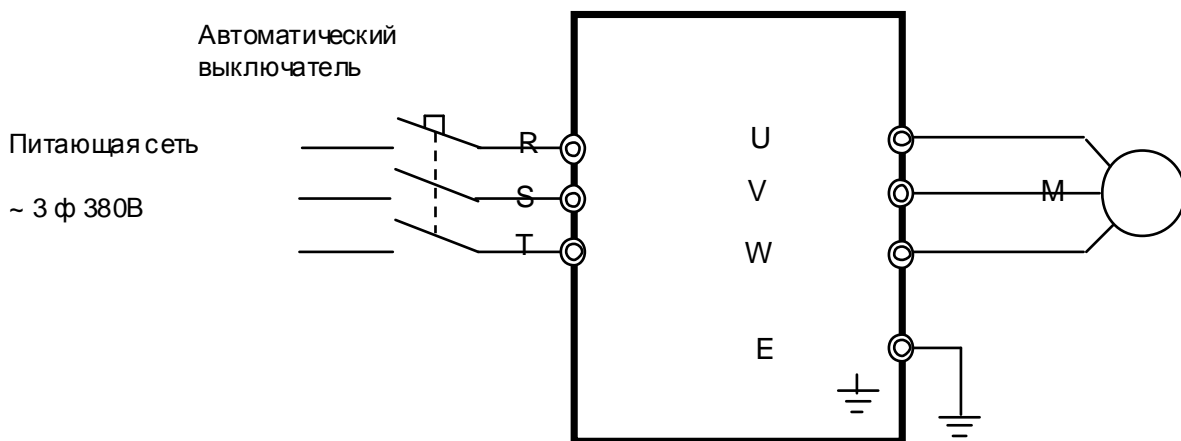

Рис. 8.2. Схема подключения силовых цепей ПЧ EI-9011
- Подключить проверяемый ПЧ по схеме, приведенной на рис. 8.2.